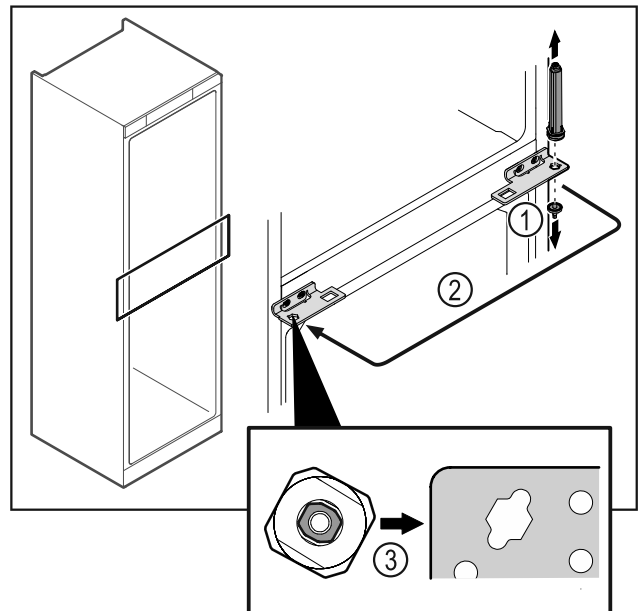

Fig. 49
- Odskrutkujte čap závěsu Fig. 49 (1).
- Premiestnite systém zatvárania dverí Fig. 49 (2).
- Dbajte pri nasadzovaní na správne vyrovnanie systému zatvárania dverí Fig. 49 (3).